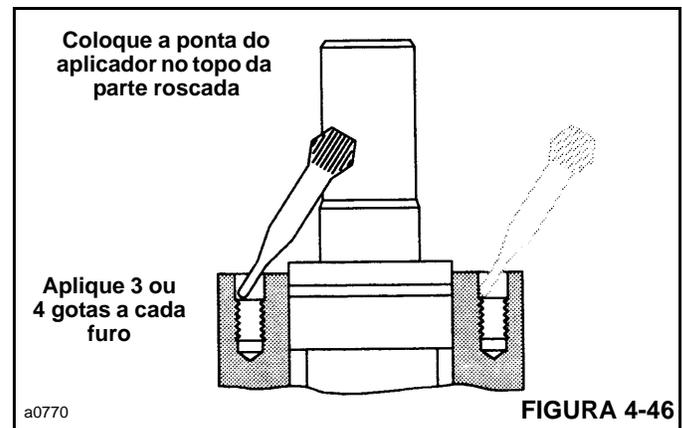

FIGURA 4-46
9. Aplique 3 ou 4 gotas de selante Loctite na parte superior das roscas em cada um dos quatro furos na carcaça (consulte a Figura 4-46). Não deixe peças com Loctite entrarem em contato com nenhuma peça metálica, exceto as usadas para a montagem. Limpe o excesso de Loctite da face da carcaça usando um solvente que não seja à base de petróleo.